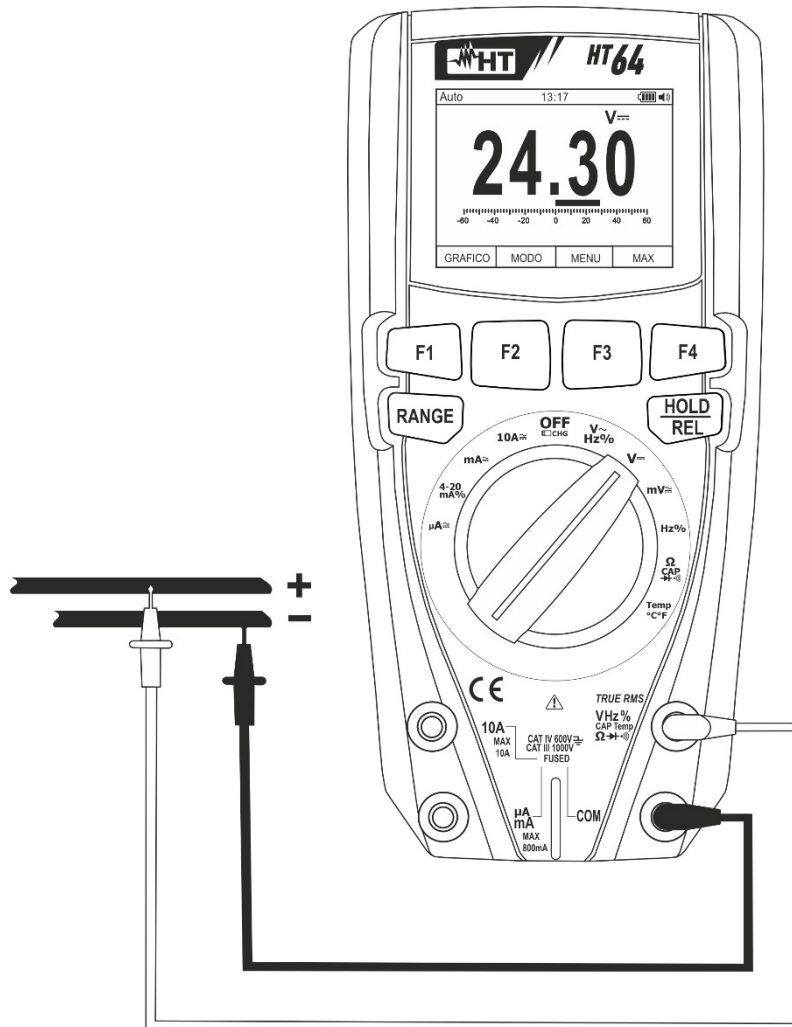

Abb. 22: Verwendung des Gerätes für Gleichspannungsmessung
3. Verbinden Sie die rote Messleitung und die schwarze Messleitung mit dem jeweils positiven und negativen Potenzial des zu messenden Kreises (siehe Fig. 22). Der Spannungswert erscheint auf dem Display.
5. Das Symbol "-" auf dem Display des Gerätes gibt an, dass die Spannung die umgekehrte Richtung mit Bezug auf den Anschluss in Fig. 22 hat.